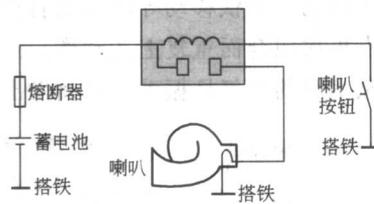

图 1-11 喇叭继电器的应用示意图
② 喇叭继电器。图 1-11 所示为继电器在喇叭电路中的应用。蓄电池电压加至继电器线圈的一端, 另一端接喇叭按钮。喇叭按钮是常开式开关, 其一端搭铁。因此, 只要按下喇叭按钮便接通电路。电路接通, 继电器线圈得电, 线圈建立磁场, 磁场将触点吸合, 蓄电池电压便加至喇叭(喇叭的另一端是搭铁的)。控制电路只需 0.25A 电流流过, 而喇叭发声需要 20~30A 以上的电流。对于此种用法, 喇叭继电器变成了促使喇叭发声的大电流的控制器,